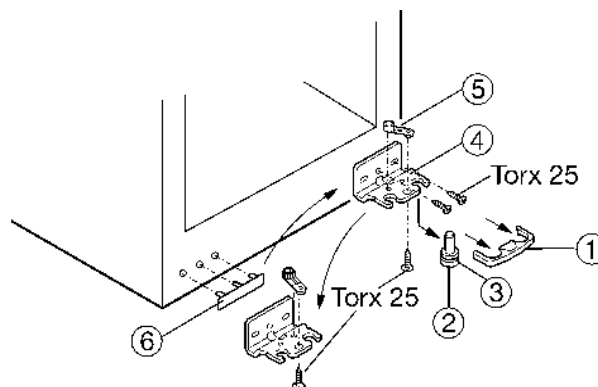

Fig. 4
- ▶ Enlever le dispositif Fig. 4 (1) d'arrêt en le tirant vers l'avant.
- ▶ Enlever le cache Fig. 4 (13) en le tirant vers le bas.*
- ▶ Enlever le pivot Fig. 4 (2) vers le bas et vers l'avant. Ce faisant, respecter la douille de charnière Fig. 4 (3).
- ▶ Dévisser la charnière Fig. 4 (4).
- ▶ Dévisser l'élément pivotant Fig. 4 (5) et le replacer dans le logement opposé de la charnière, le revisser ensuite.
- ▶ Retirer doucement le cache Fig. 4 (6) côté poignée et le repositionner sur le côté opposé.
- ▶ Visser à fond la charnière Fig. 4 (4) sur le nouveau côté charnière avec une visseuse sans fil en opérant depuis le trou oblong extérieur et le trou circulaire.
- Mettre le cache Fig. 4 (7) sur le côté opposé.*
- Le dispositif d'arrêt (1) doit s'enclencher latéralement sur la charnière afin de protéger les pivots d'appui et la porte.
- Replacer le dispositif d'arrêt (1) sur la charnière.
- Remettre en place la douille de charnière Fig. 4 (3).
- Placer la vis du milieu sur la charnière Fig. 4 (4) inférieure dans un trou oblong vide.
- Ajuster la porte au-dessus des deux trous oblongs dans la charnière Fig. 4 (4) en alignement avec l'habillage de l'appareil.